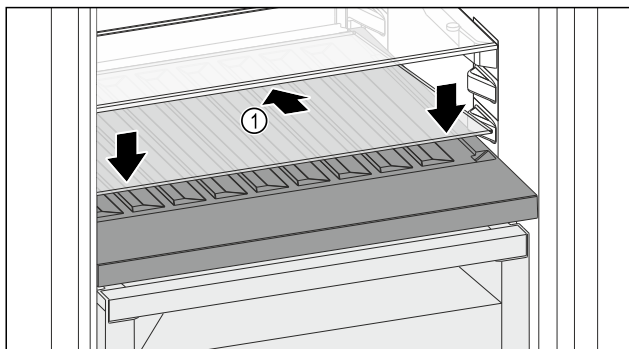

Fig. 176
- Skleněnou desku Fig. 176 (1) zasuňte šikmo a skloněnou dozadu dolů.
- Skleněnou desku Fig. 176 (1) vpředu spusťte dolů.